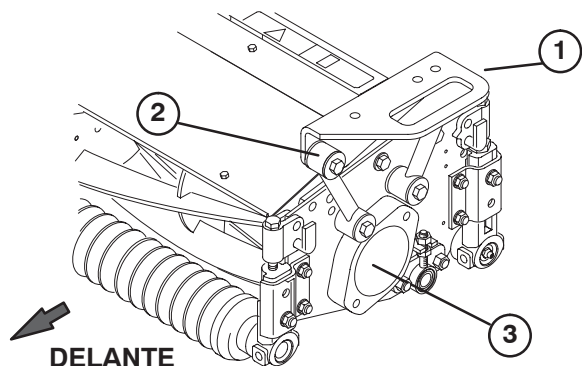

Figura 14
Nota: Con los brazos de elevación totalmente elevados, los manguitos deben quedar en la posición mostrada en la figura 14 y estar separados 1–3 mm del brazo de elevación.
2. Posicione uno de los bastidores de tiro delanteros (Fig. 12) en cada unidad de corte delantera. Alinee los taladros de montaje con los acoplamientos de montaje, según muestra la figura 14.
3. Coloque el bastidor trasero (Fig. 13) en la unidad de corte trasera, alineando los taladros de montaje con los acoplamientos de montaje, según muestra la figura 14.
- Fije cada acoplamiento de montaje al bastidor de tiro con un tornillo de caperuza (3/8–16 x 2–1/4 pulg.), 2 arandelas planas, y una contratuerca, según muestra la figura 14. Coloque una arandela en cada lado del acoplamiento al montarlo. Apriete a 42 Nm.